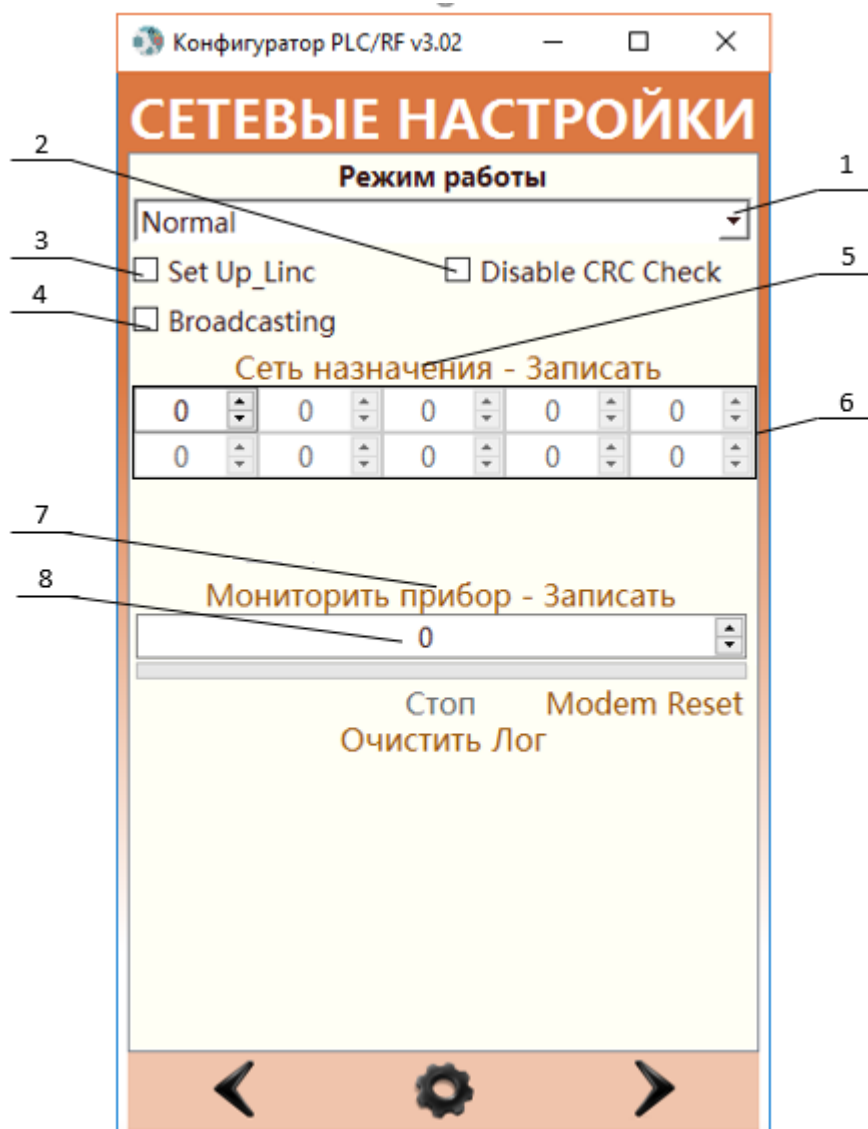

Рисунок 20 – Окно «Сетевые настройки» для Милур IC U-Z
Таблица 11 – Элементы окна «Сетевые настройки» для Милур IC U-Z и их функции (рис. 20)
- Выбрать в выпадающем списке (рис. 20 поз. 1) окна «Сетевые настройки» режим работы Милур IC U-Z согласно таблице 12. При смене режима работы в логе появится сообщение «Запись режима прошла успешно»
- В полях ввода маски сети назначения (рис. 20 поз. 6) последовательно слева-направо ввести данные маски.
- Нажать кнопку «Сеть назначения - Записать» (рис. 20 поз. 5)
- В поле ввода серийного номера (рис. 20 поз. 9) ввести серийный номер прибора, который требуется отследить;
- Нажать кнопку «Мониторить прибор - Записать» (рис. 20 поз. 8) для записи серийного номера отслеживаемого прибора.